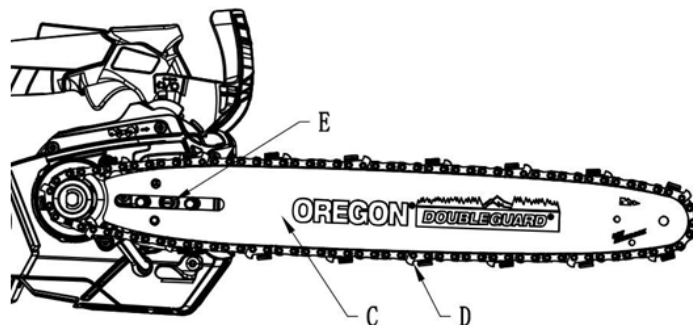

Fig 7
4. Ajustez le dispositif de réglage de la tension de la chaîne (E) et assemblez le guide-chaîne (C) et la chaîne (D) comme indiqué sur la Fig. 7.